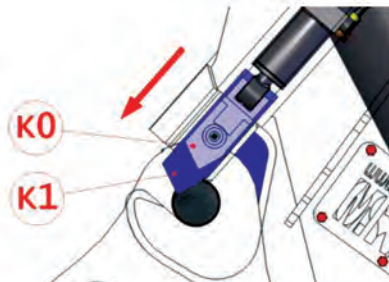

Рис. 5.2.11
г) Вновь подайте команду на закрытие цилиндра (C). Теперь можно выдвинуть клин, переместив его из положения (K0) в положение (K1) (Рис. 5.2.11).